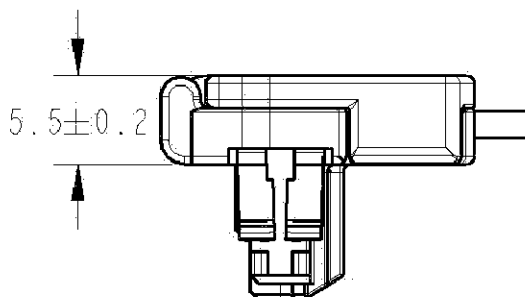

Fig. 17
- 寸法により管理される場合には、Fig. 17の寸法を参照願います。